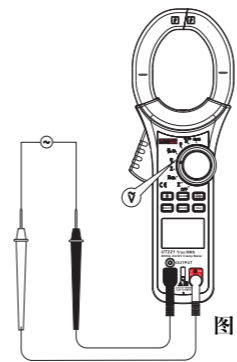

图 4
#### (2) 交流电压 (V~) (见图4)
### 2.交流电压测量 (V~) (见图4)